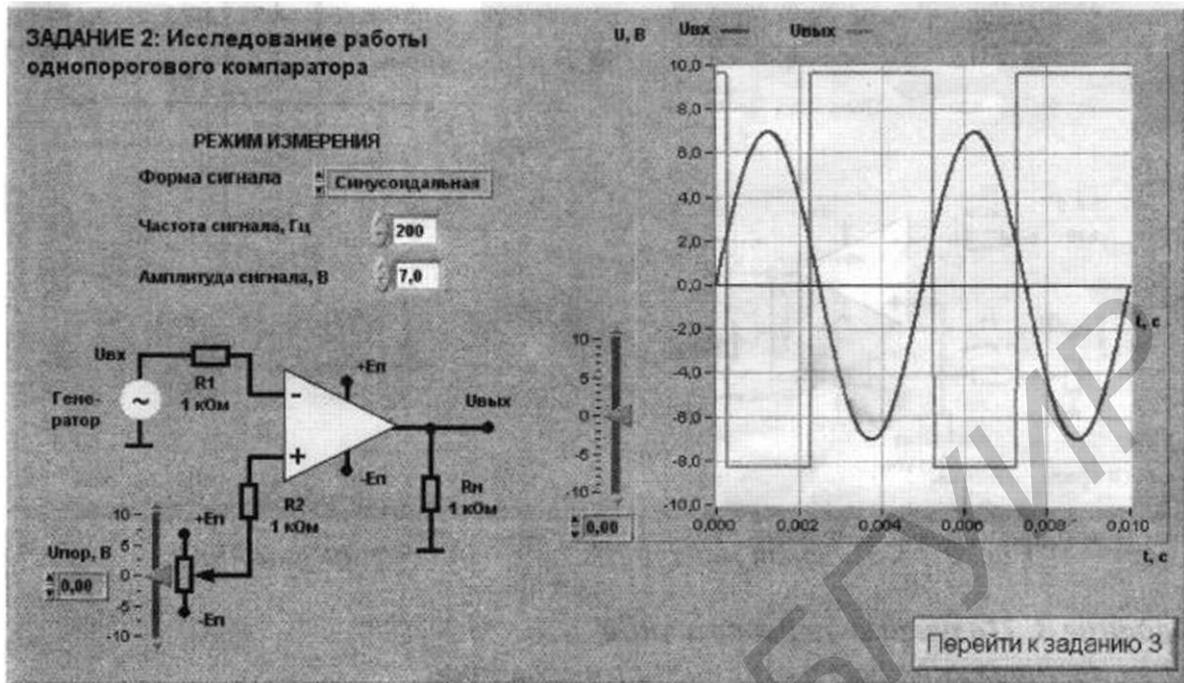

Рис. 16.4. Лицевая панель ВП лабораторной работы №16 при выполнении задания 2
6. Нажмите на передней панели ВП кнопку «Перейти к заданию 2», на экране появится лицевая панель ВП, необходимая для выполнения задания 2 (рис. 16.4).